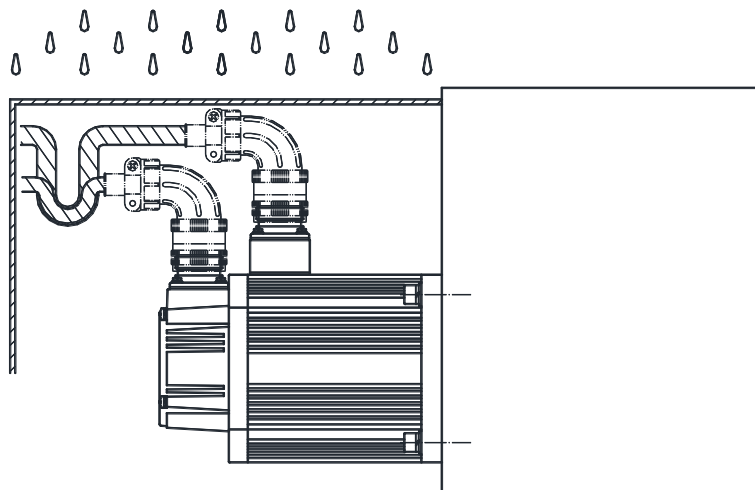

图 13
9.3 由于机器结构原因，难以避免电动机接插件侧朝上时，需采取相应的防护措施（如图 13 所示）。